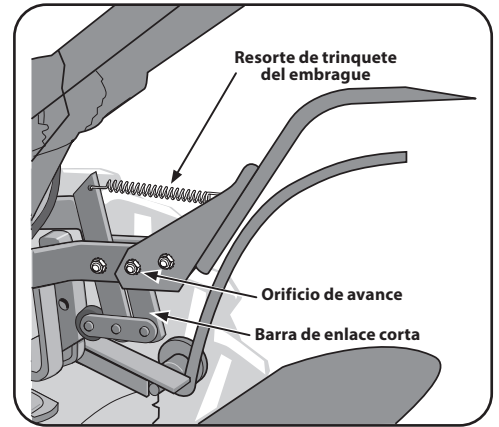

Figura 3-10
7. Tire de la palanca de Ruedas/Dientes/PTO hacia atrás para alinear los orificios que están más adelante en la placa de yugo con los orificios en las placas de la palanca. También debe alinear el buje que está dentro de la barra de enlace corto. Coloque el tornillo, la arandela de estrella y la tuerca, luego ajuste firmemente. Ajuste firmemente todos los demás elementos de ferretería. Asegúrese de que el resorte esté correctamente asentado en ambos extremos. El conjunto completo debe aparecer como se indica la Figura 3-10.